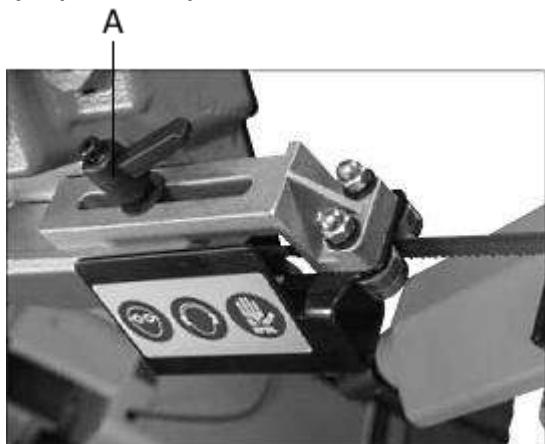

Рис.3
Ослабьте рукоятку (A, рис.3) и выдвиньте направляющую по направлению к заготовке, как можно ближе. Затяните рукоятку (A).